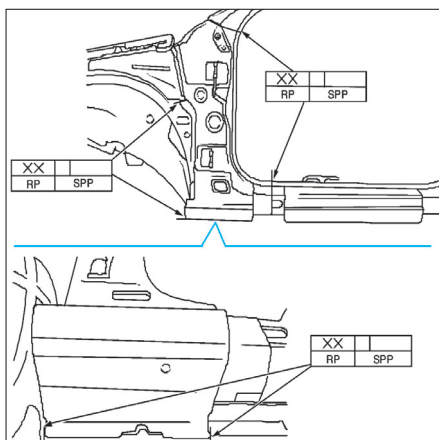

FIG. 35
- Souder par point aux endroits indiqués (fig. 35).